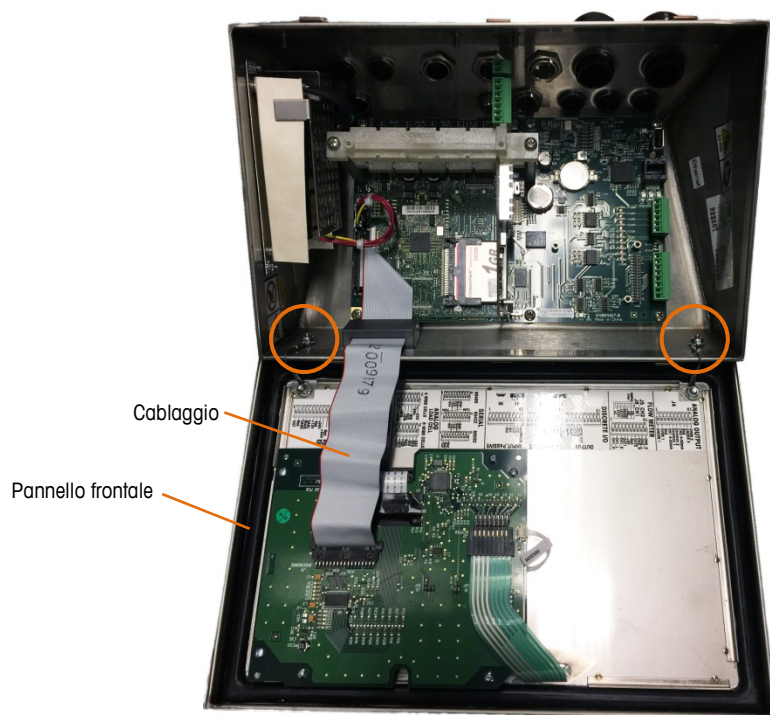

Figura 2-9: Pannello frontale dell'armadietto per ambienti difficili aperto, con pannello frontale in orientamento originale
8. Allentare e rimuovere i due dadi che fissano i due cavi di metallo che congiungono il coperchio anteriore all'alloggiamento posteriore. La loro posizione è indicata in Figura 2-9.